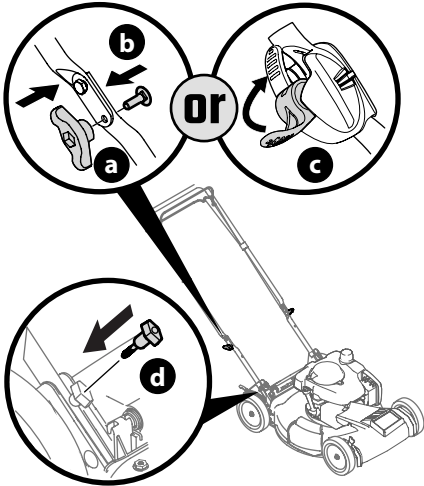

Figure 4
5. Remplacez les boutons étoile ou les écrous papillon (a) et les boulons de carrosserie (b) retirés à l'étape 2 dans les trous de la partie inférieure du guidon ou placez les loquets (c) dans la position de verrouillage. Voir Figure 4.
6. Insérez les boulons à oreilles (d), retirés à l'étape 4, dans les supports du guidon et dans la partie inférieure. Voir (Figure 4) Serrez bien les boulons.
5. Insérez les boulons à oreilles (d), retirés à l'étape 4, dans les supports du guidon et dans la partie inférieure. Voir (Figure 4) Serrez bien les boulons.